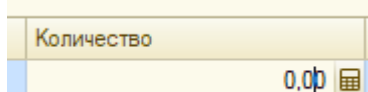

Рисунок 22
3.2.11 занести нужное количество в поле «Количество» (рисунок 22);